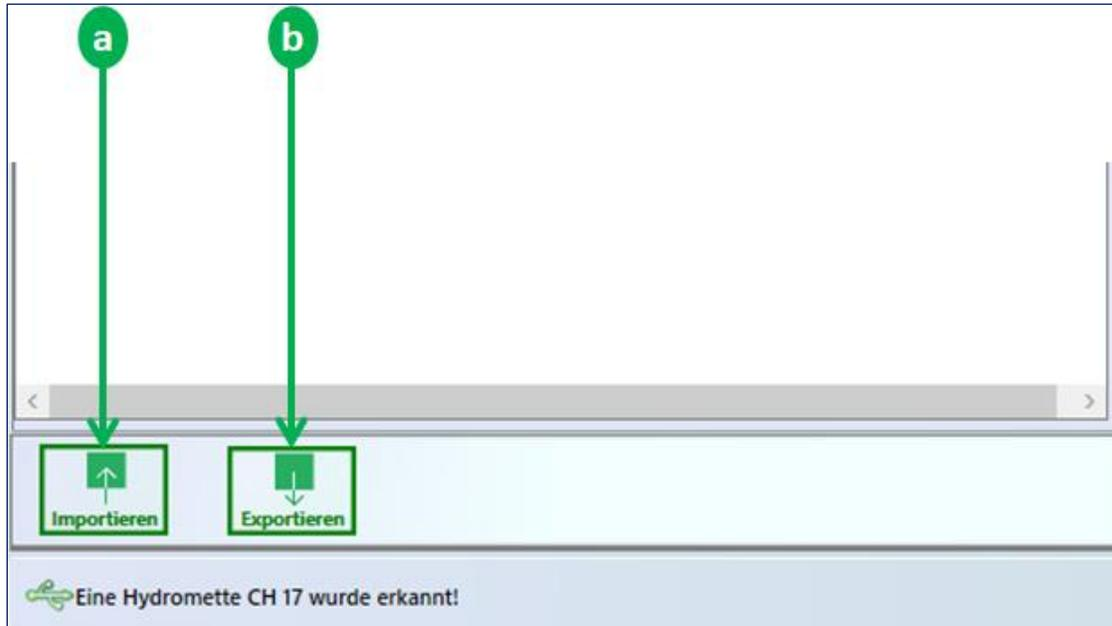

Abbildung 9-4: Exportieren/Importieren eines Projektordners
Um zu einem Projektelement in der Liste zu wechseln, haben Sie drei Möglichkeiten: (1) Klicken Sie auf den Knoten der Baumansicht (**a** in Abbildung 9-4), (2) doppelklicken Sie auf eines der Projektelemente, oder (3) klicken Sie auf die Schaltfläche **b** in Abbildung 9-4. Die